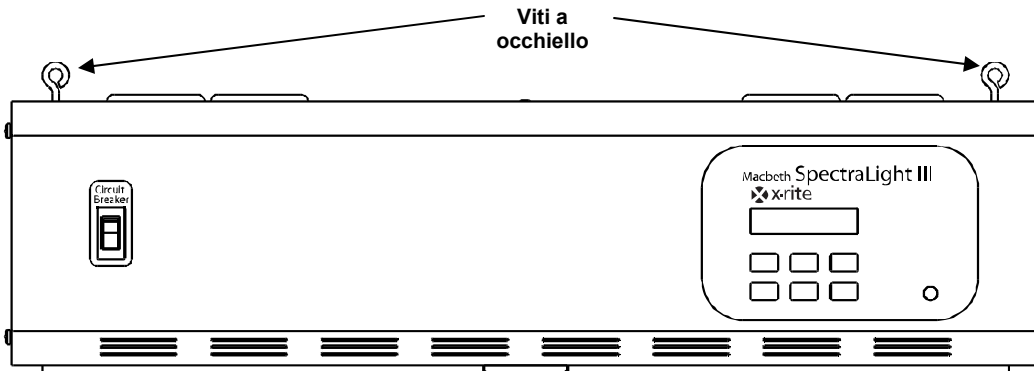

Figura 9. Plafoniera
2. Estrarre le viti a occhiello (quattro per il modello singolo, otto per il modello doppio) dalla confezione degli accessori e avvitarle nei bulloni saldati sulla parte alta dell'unità. Vedere la Figura 9.